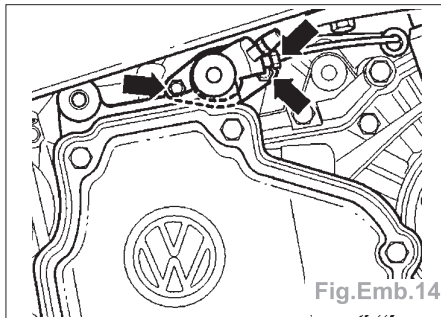

Fig.Emb.14
- Dévisser le flexible et les vis de fixation du cylindre récepteur (flèches) (Fig.Emb.14).